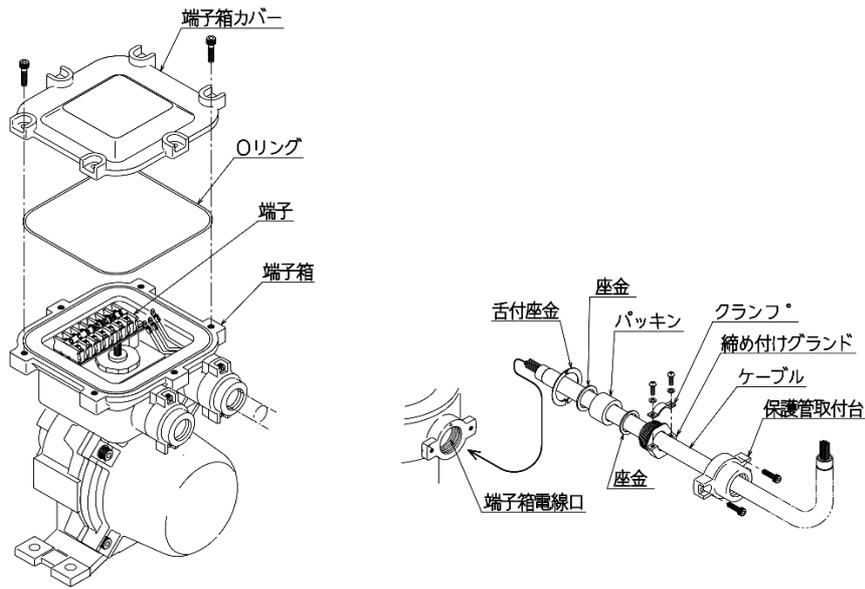
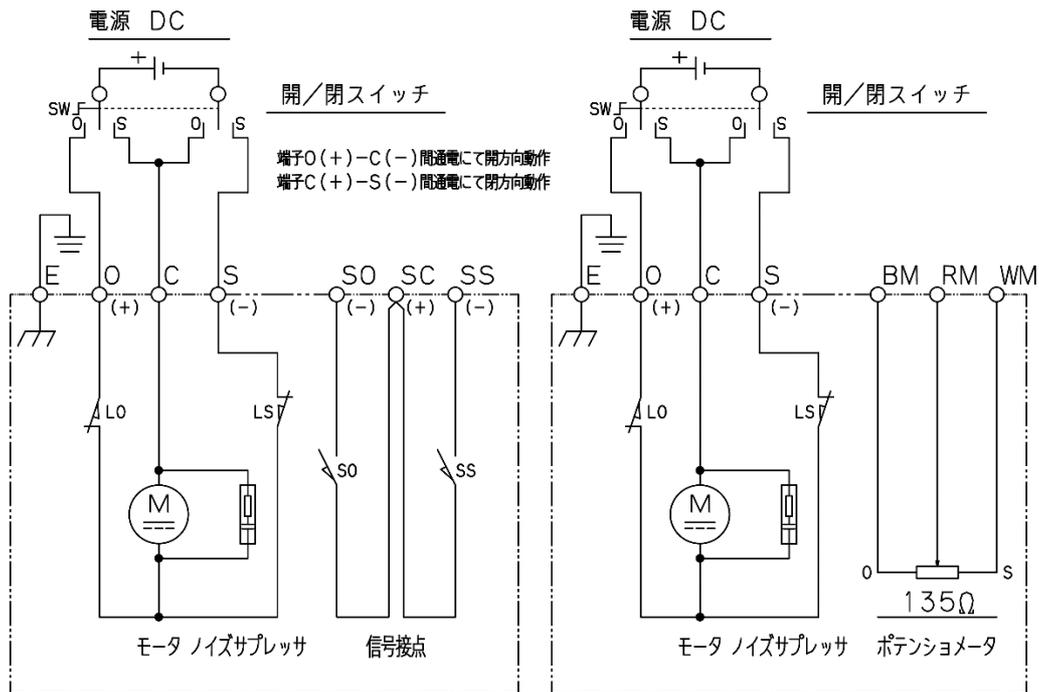

図5. 配線準備
図6. B形標準内部接続図 及び C形標準内部接続図
電線引き込み方式は耐圧パッキン式で、最大3箇所（MVC-1形は最大2箇所）です。使用可能なケーブル径はφ9.5～φ19.5です。ケーブルはゴム又は樹脂系キャプタイヤケーブル使用してください。保護管のサイズはG1とG3/4の2種類です。引き込み箇所、使用可能なケーブル径、保護管サイズは仕様書で確認してください。又、端子台接続用の圧着端子は付属していませんので準備してください。（図5参照）
- (1) 端子箱カバーを取り外します。端子箱と端子箱カバーの間にはOリングが入っていますので、紛失したり傷を付けないように注意してください。
- (2) ケーブルを耐圧パッキン式電線口に通しケーブル先端に圧着端子を取付けます。圧着端子のかしめは適正工具で確実に行ってください。
- (3) ケーブルを図5の様に舌付座金、座金（2枚）、パッキン、締め付けグランドを順番に通します。ケーブルの位置決めをしたらクランプで締め付けグランドにしっかり固定します。
- (4) 締め付けグランドを端子箱電線口にスパナを用いて止まるまでしっかりねじ込みます。
- (5) 舌付座金は締め付けグランドの緩み止めです。あらかじめ折り曲げてある片方の舌を端子箱側の穴に入れてください。他方は締め付けグランドの六角面に沿って折り曲げます。
- (6) 図6に標準接続図を示します。特殊仕様の場合、本図通りでは無いことがありますので、接続図や仕様書で確認してください。
- (7) 端子台への接続は、プラスドライバーの2番を使用し確実に行ってください。
- (8) 配線終了後、Oリングの挟み込みに注意して端子箱カバーを取付けてください。